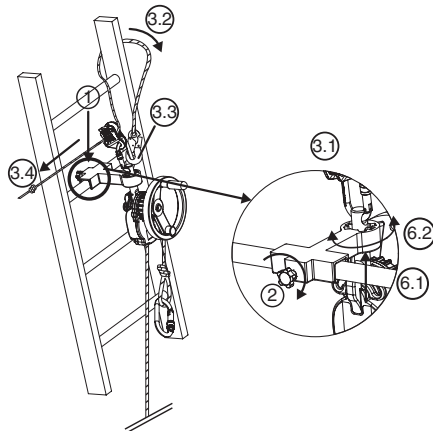

Fig. 7
6.3.3. derope™ UP K apparat (Fig. 7)
1. Installer den lille støttekonsol på stigns trin i den valgte position for at foretage redningsaktionen over den person, der skal evakueres (Fig. 7, 1).
2. Fastspænd blokeringsaksen, der sidder bag på støttekonsollen, ved hjælp af fastspændingsbolten (Fig. 7, 2).
- Fastgør forbindelsesleddet til indstillingsanordningen LCM 05 i hullet øverst på tilkoblingsaksen (Fig. 7, 3.1).
- Før sikringslinen omkring det trin på stigen, som ligger umiddelbart ovenover konsollen, ved at føre den omkring en af stigns vanger (Fig. 7, 3.2).
- Kobl sikringslinens forbindelsesled sammen med forbindelsesleddet på indstillingsanordningen LCM 05 (Fig. 7, 3.3).
- Stram sikringslinen ved at trække på den fri streng (Fig. 7, 3.4).
6. Vend derope™ apparat efter behov ved at ændre tilkoblingsaksens position i indekseringsanordningen (Fig. 7, 6.1 – 6.2).